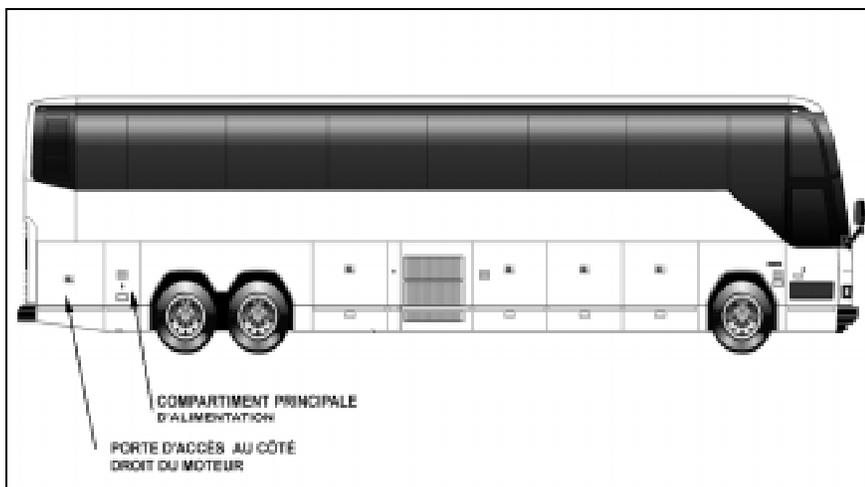

FIGURE 1 : PORTES D'ACCÈS ET COMPARTIMENTS
1. Ouvrir la porte d'accès au côté droit du moteur (figure 1).
5. Ouvrir la porte du compartiment principal d'alimentation (figure 1) et couper l'alimentation électrique en mettant l'interrupteur principal d'alimentation en position d'arrêt "OFF" (figure 2).